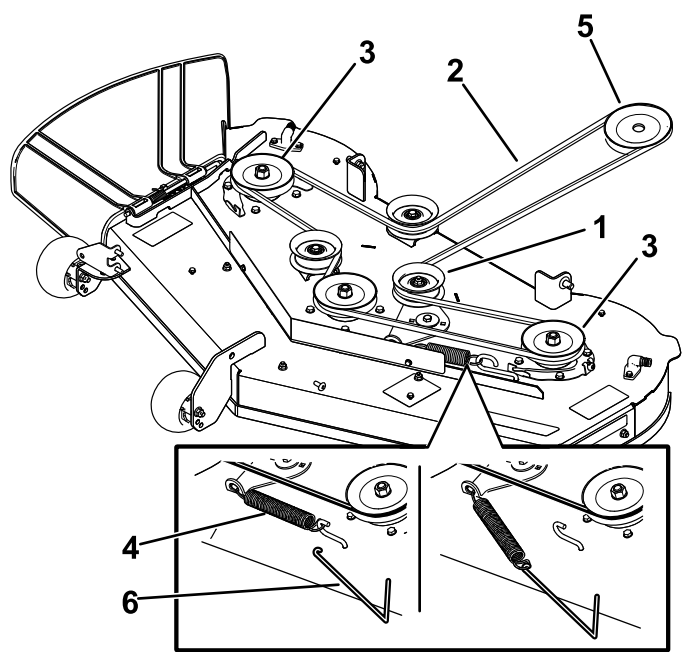

**Figura 57**
7. Usando una herramienta para la retirada de muelles (pieza Toro N.º 92-5771), retire el muelle tensor del gancho de la carcasa para eliminar la tensión de la polea tensora y retire la correa de las poleas (Figura 57 o Figura 58).
8. Enrute la correa nueva alrededor de las poleas del motor y del cortacésped (Figura 57 o Figura 58).
9. Con una herramienta para la retirada de muelles (pieza Toro n.º 92-5771), instale el muelle tensor sobre el gancho de la carcasa y tense la polea tensora y la correa del cortacésped (Figura 57 o Figura 58).